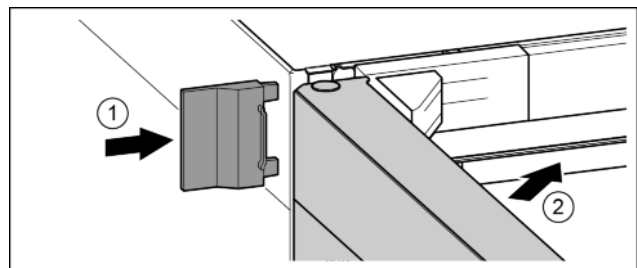

Fig. 19
- ▶ Buitenste afdekking erop schuiven. Fig. 19 (1)
- ▶ Bovenste deur sluiten. Fig. 19 (2)